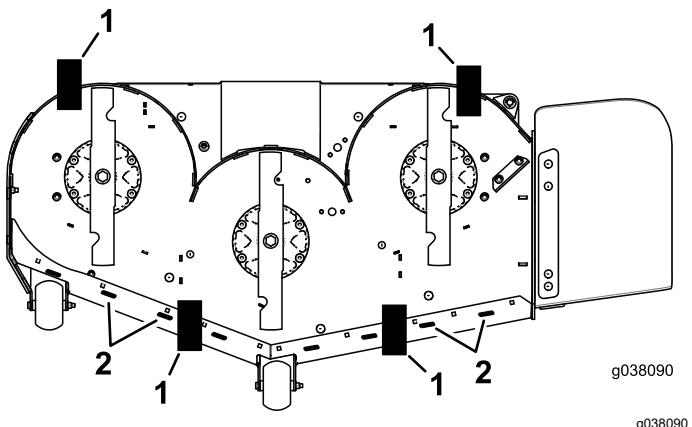

Figure 86
11. Placez une cale (voir le Tableau de hauteur de cale et d'inclinaison) sous le bord arrière de la jupe du tablier de coupe de chaque côté du tablier de coupe (Figure 86).